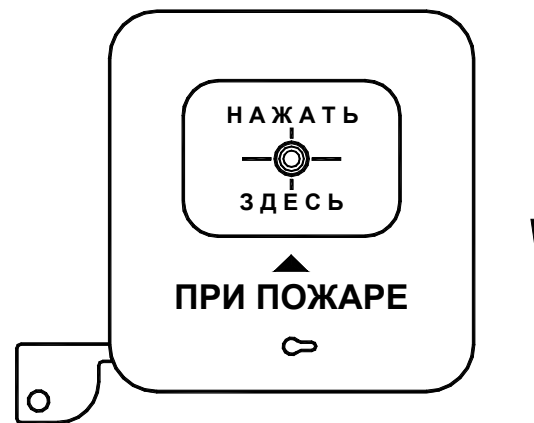

Рис. 3.
3. Удерживая ключ левой рукой, правой рукой снимите извещатель с базы движением вниз (см. рис. 3).